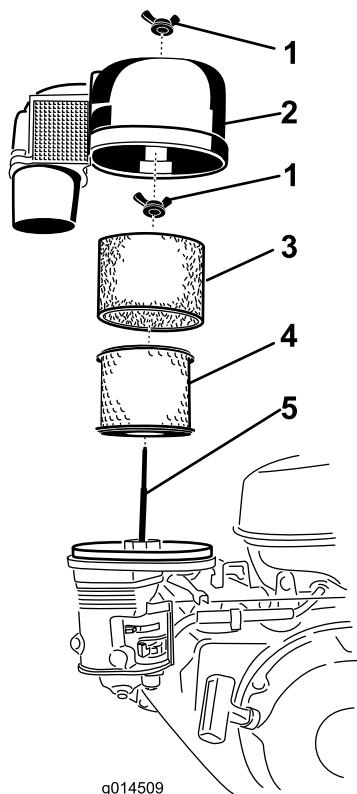

Figure 15
- Retirez l'écrou à oreilles et sortez le filtre cyclonique avec son capot (Figure 15).